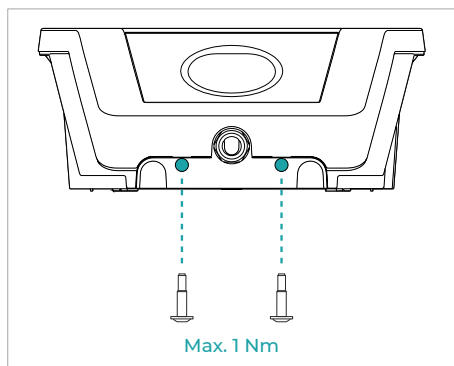

Fig. 10
- Fäst ytterramen på laddningssystemet med medföljande skruvar vid positionerna som anges i **fig. 10**.